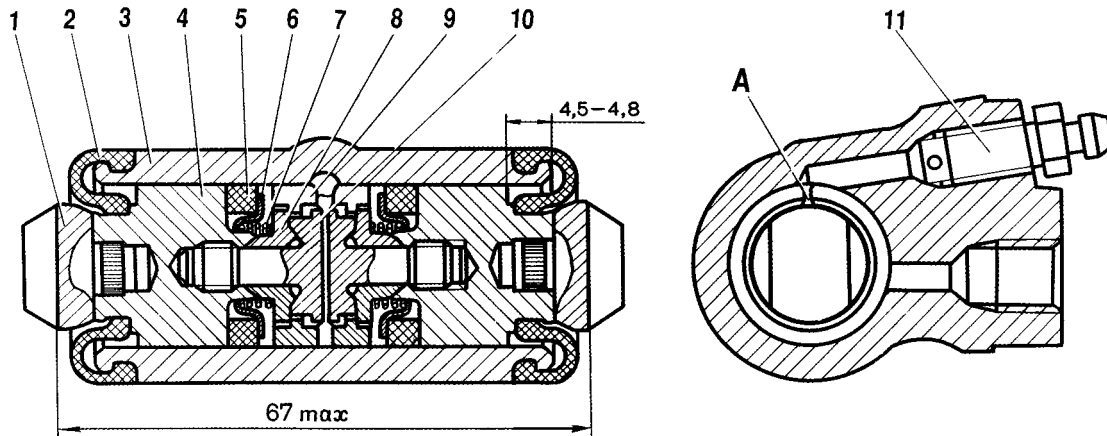

Bild 6-19. Radzylinder:
Die Schutzkappen 2 (Bild 6-19) abnehmen, danach die Kolben 4 im Satz mit Teilen der automatischen Regelvorrichtung des Abstandes zwischen den Bremsbacken und der Bremstrommel aus dem Gehäuse 3 austreiben.
- Der Schlitz A (siehe Bild 6-19) an den Anschlagringen soll senkrecht nach oben gerichtet sein; die Abweichung von der Vertikalen soll 30° nicht überschreiten. Solche Position des Schlitzes stellt möglichst restloses Entfernen der Luft aus dem Antrieb der Bremsanlage bei deren Durchpumpen sicher,
Beim Einpressen des Kolbens in den Zylinder sind die Masse 4,5-4,8 mm und 67 mm (höchstens) (siehe Bild 6-19) zum freien Aufsetzen der Bremstrommel einzuhalten,